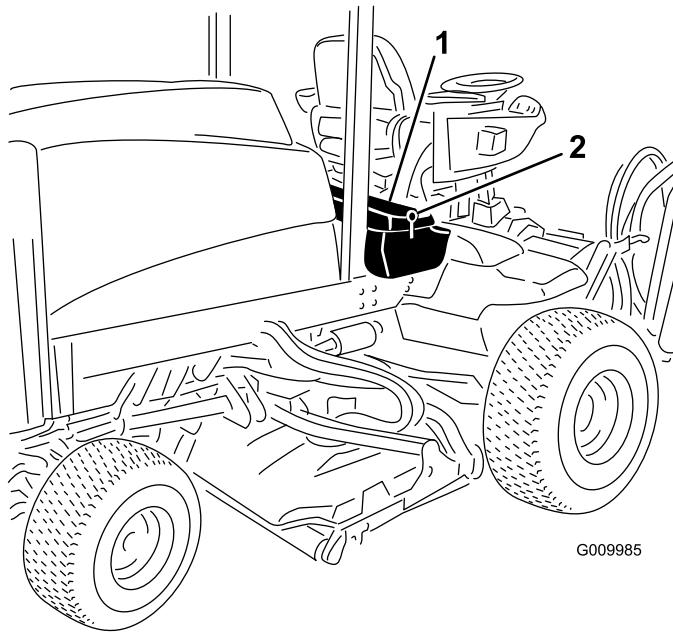

Figure 36
- Déverrouillez et soulevez le panneau de la console (Figure 36).